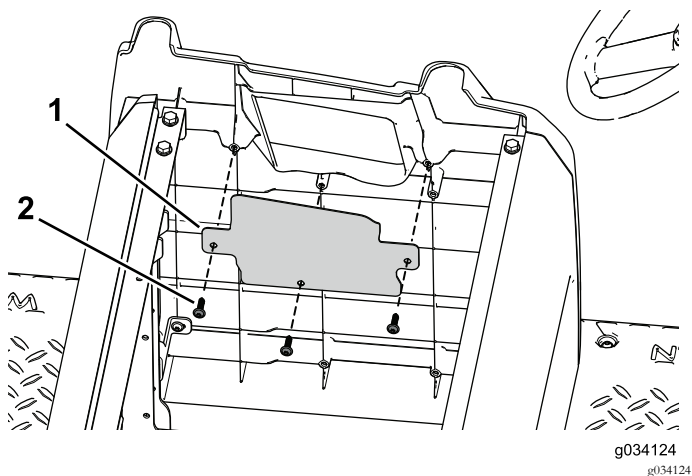

Figure 96
6. Fixez la plaque d'obturation à la plaque latérale avec les 3 vis autotaraudeuses (Figure 96).